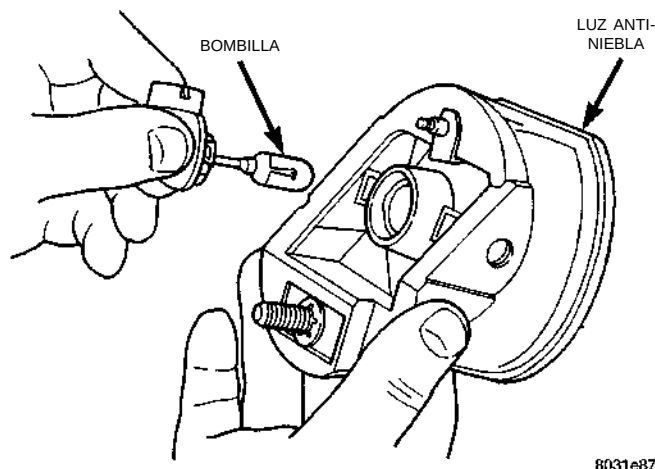

Fig. 2 Bombilla de luz antiniebla
- (1) Retire la luz antiniebla de atrás de la placa protectora.
- (2) Desconecte el conector de cable de la base de la bombilla de la luz antiniebla.
- (3) Retire la bombilla de la luz (Fig. 2).